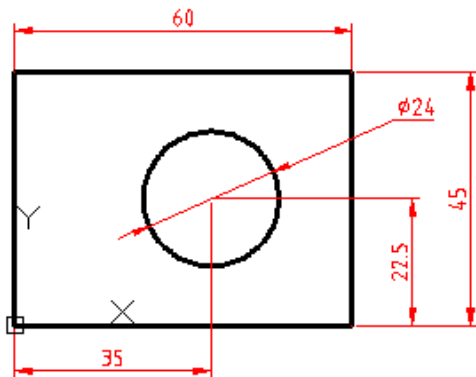

图 5-39 绘制图形并标注尺寸
- (1) 新建一个图形文件，在该图形文件中绘制如图 5-39 所示的图形，并标注其尺寸。